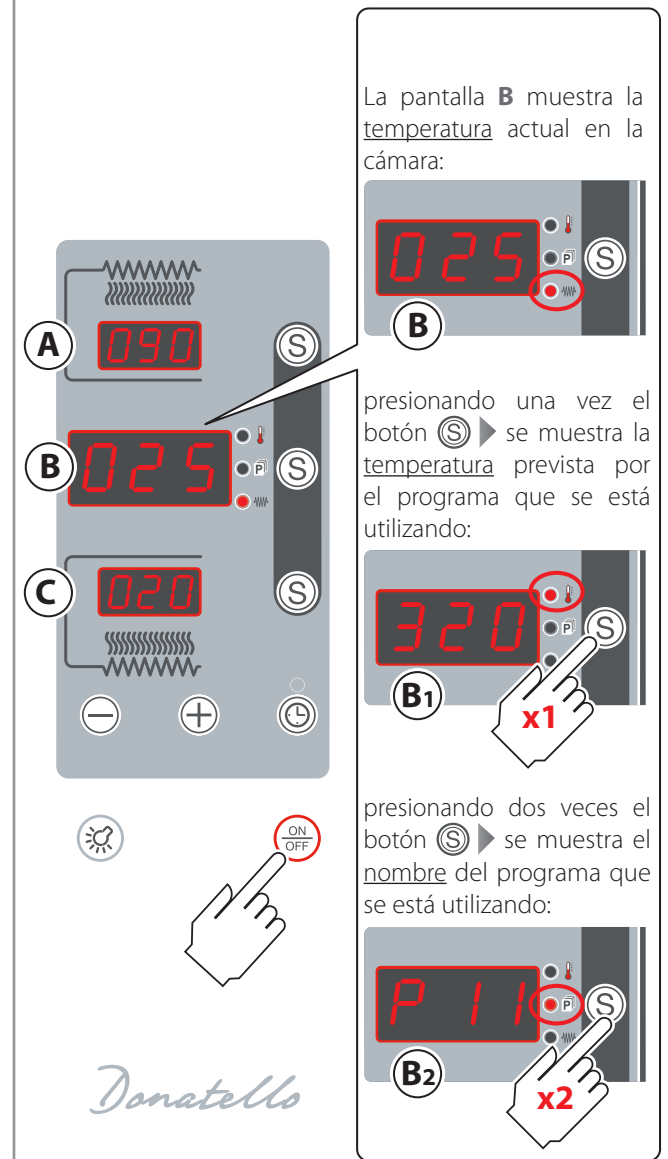

Fig.15.
Consultar el ► cap. "**Encendido manual**" en la pág. 14 y Fig.15.
► Fig.15.